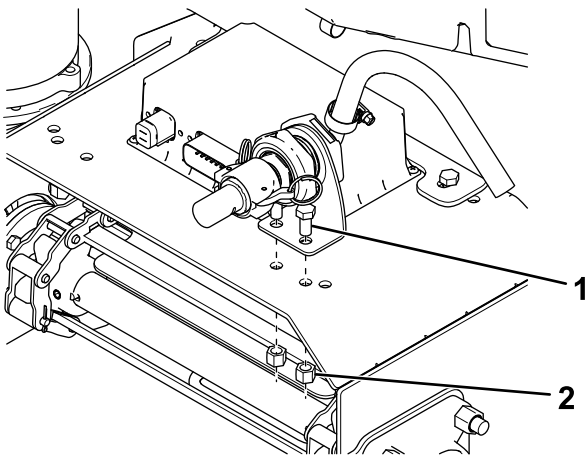

Figure 11
- Pour les épandeurs à chaîne articulée VBX, montez le support au sommet de l'ensemble chaîne articulée, comme montré à la Figure 11.